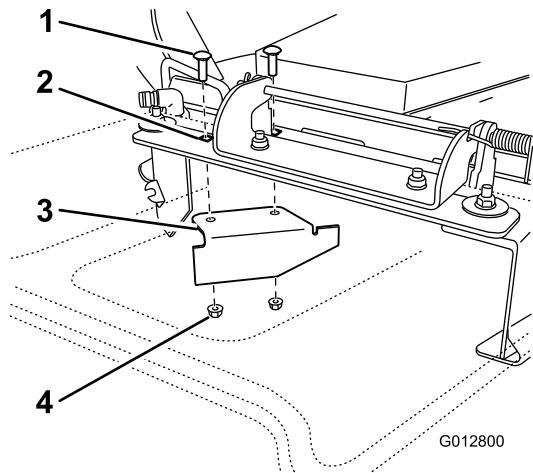

Bild 35
11. Sie finden das Versatzablenkblech in den losen Teilen. Entfernen Sie die Befestigungen an den hinteren Löchern der Auswurfplatte. Befestigen Sie das Ablenkblech an der Seitauswurföffnung am Mähwerk (Bild 35).